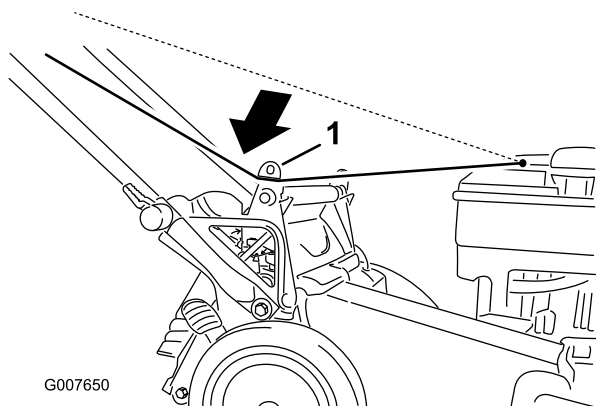

Bild 29
1. Verlegen Sie das Starterkabel um die untere Kabelführung (Bild 29).